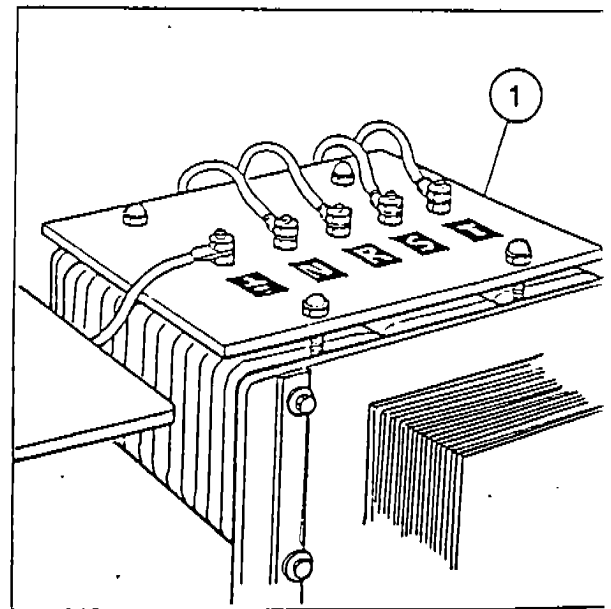

Fig. 2
- Connect power to the ride. The input could be either 220 V 3 phases or 380 volts 3 phases. Power connections on the terminal board (Fig. 2):
- Collegare la linea di alimentazione esterna controllare prima i collegamenti a stella (Y) triangolo (Δ) sul trasformatore (1-Fig. 2), morsetti (R-S-T-N e —|•) del quadro elettrico (Fig. 2):
In caso di alimentazione esterna con voltaggio nominale V 220 trifase, il morsetto N (neutro) deve essere collegato al morsetto R (sulla stessa fase). Scambiare inoltre il collegamento sul trasformatore (1-Fig. 2) da stella (Y) triangolo (Δ).